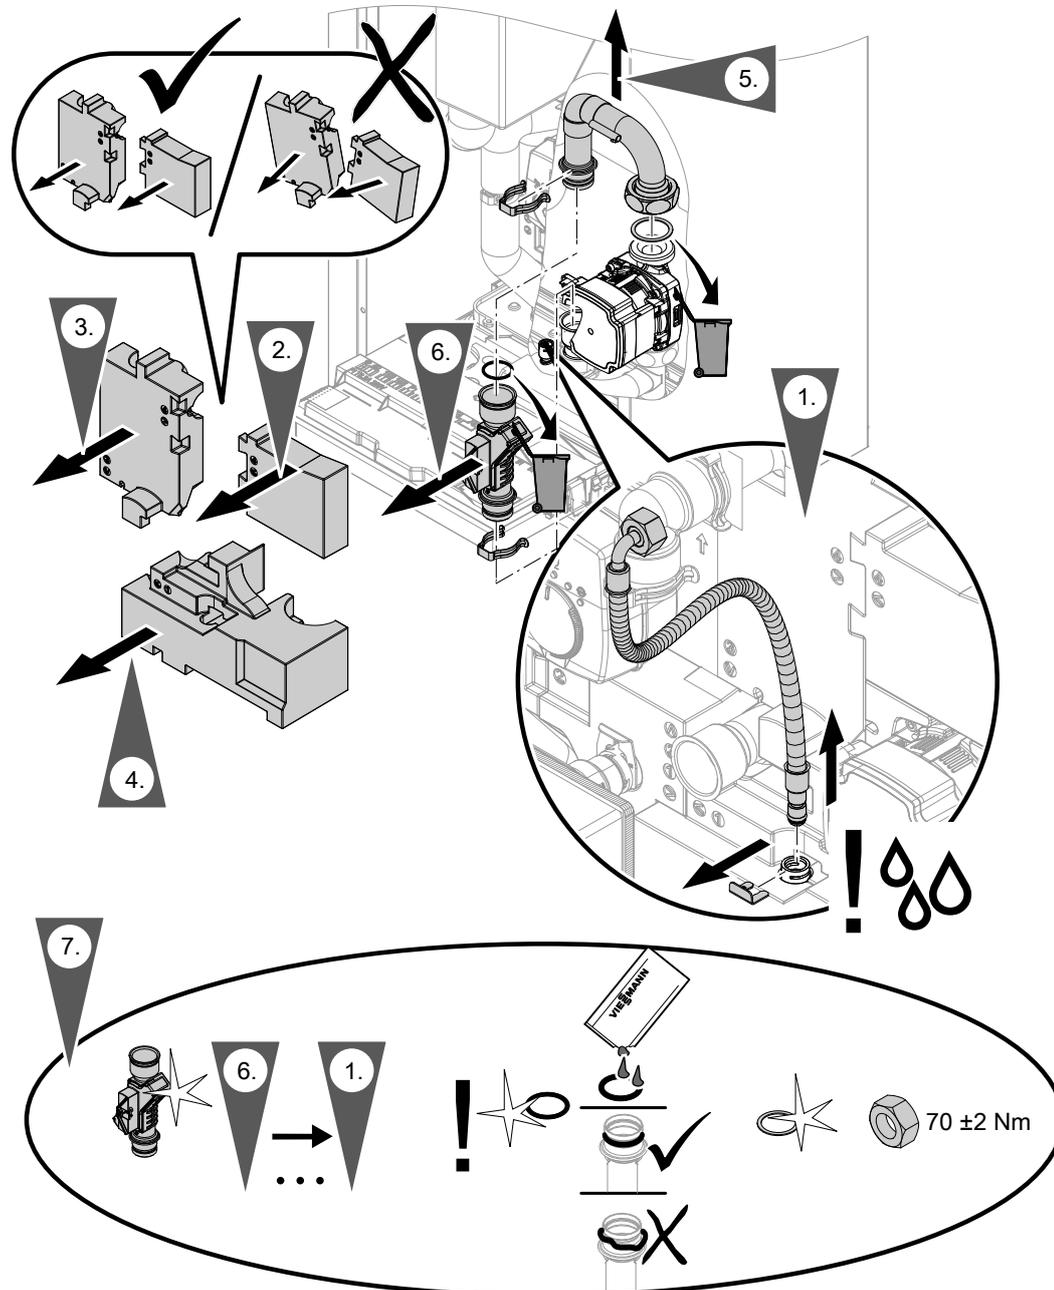

Abb. 94
- Anschlussleitung Volumenströmsensor: Siehe Abb. 94.